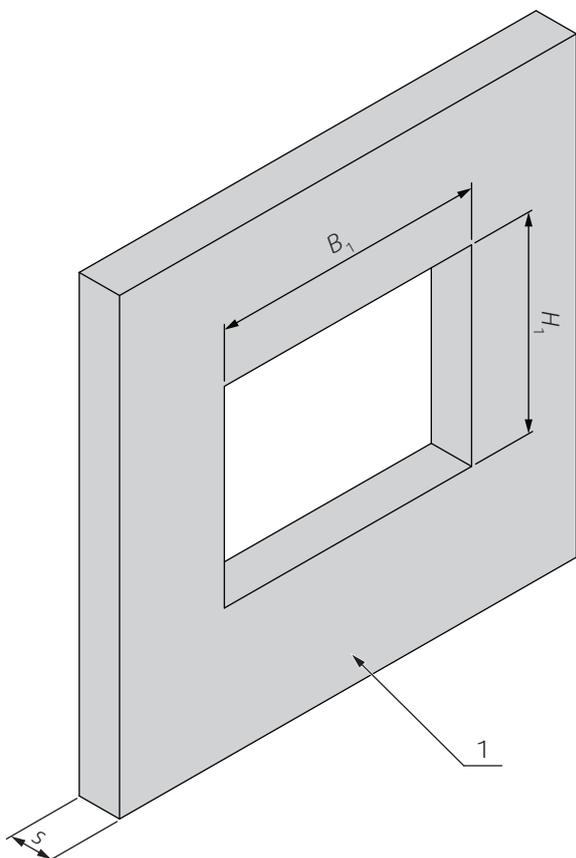
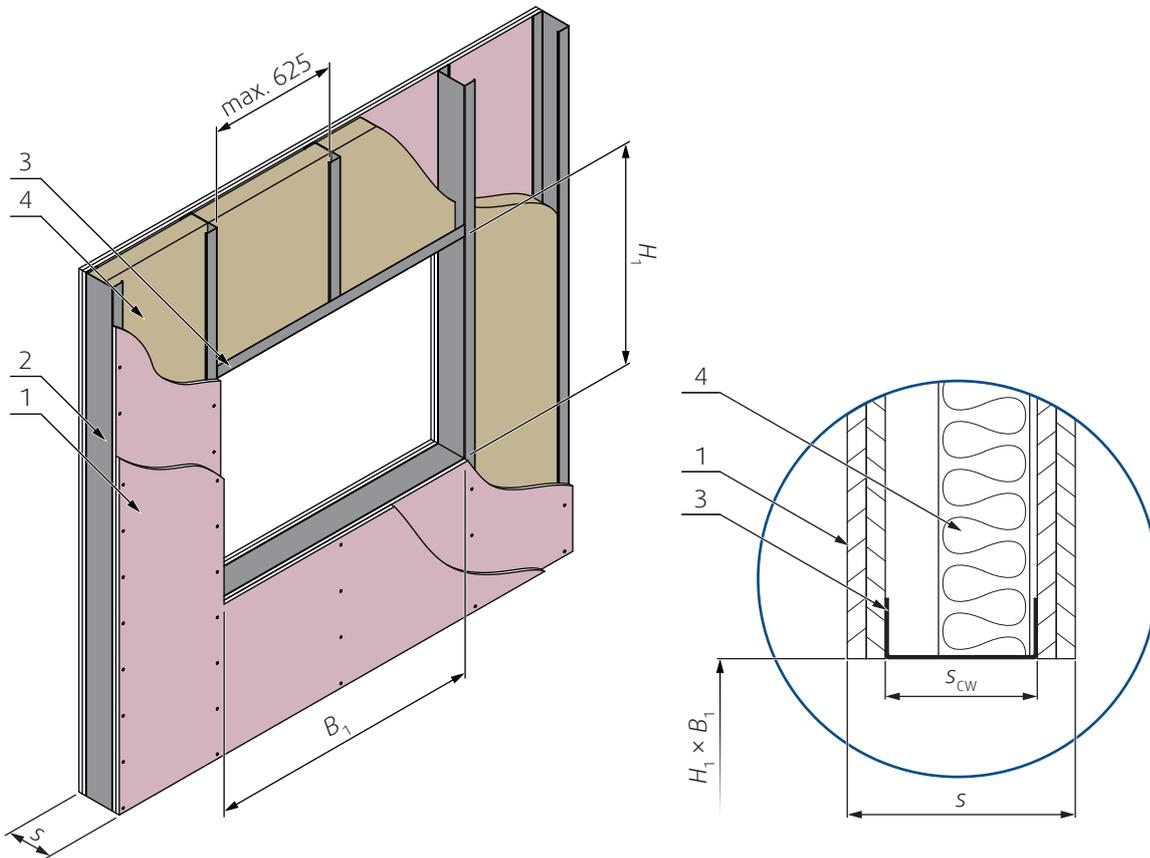
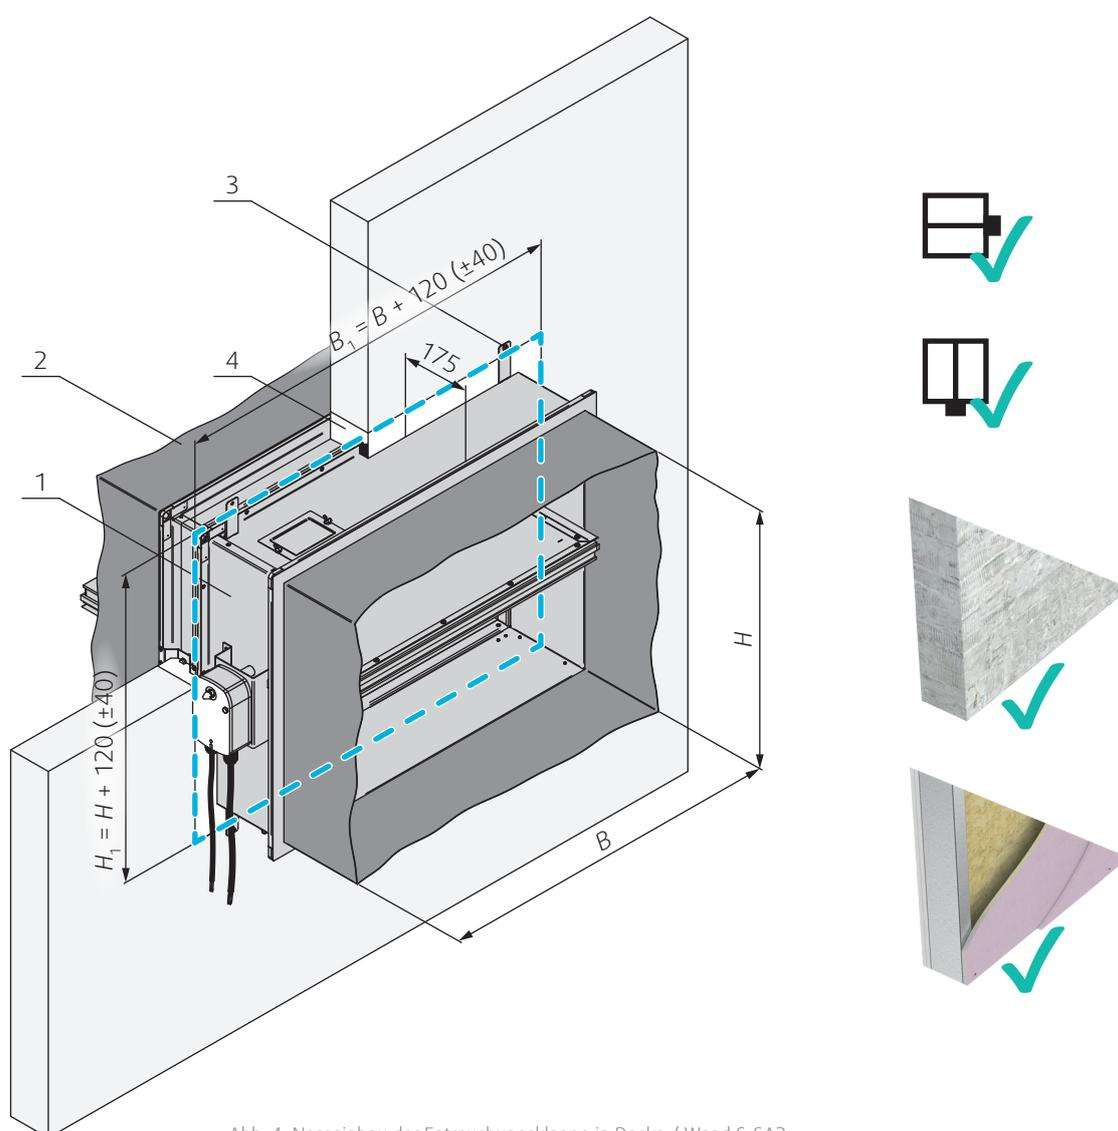

Abb. 1: Massiv Wand-/Deckenkonstruktion mit rechteckiger Öffnung
Abb. 2: Leichtbau Wand mit rechteckiger Öffnung und vertikalem Querschnitt (rechts)
Abb. 4: Nasseinbau der Entrauchungsklappe in Decke / Wand S-SA2
1. Die tragende Bauöffnung muss so vorbereitet werden, wie es im Abschnitt "Öffnungsvorbereitung" dargestellt ist (gemäß Seite 8 Abb. 1 - Abb. 2). Die Öffnungsflächen müssen glatt und sauber sein. Die Leichtbau Wandöffnung ist gemäß den Normen für Gipskartonwände zu verstärken. Die Öffnungsmaße werden durch die Nennmaße der Klappe mit zusätzlichem Spiel bestimmt. Die Öffnung wird mit den Abmessungen  $B_1$  und  $H_1$  (ausgeführt (Abb. 4).
3. Füllen Sie den Bereich zwischen Wand und Klappe mit Gipsputz, Mörtel oder Betonfüllung (2) aus. Verschmutzungen und Vereinigungen sind zu vermeiden bzw. sofort zu Entfernen. Um das Austreten des Füllmaterials zu verhindern, wird die Verwendung von Hilfsschalungen oder Abdeckplatten empfohlen.
1. Die tragende Bauöffnung muss so vorbereitet werden, wie es im Abschnitt "Öffnungsvorbereitung für die Installation von S-SA2" beschrieben ist (gemäß Seite 9 Abb. 1, Abb. 2). Die Öffnungsflächen müssen glatt und sauber sein. Die Leichtbau Wandöffnung ist gemäß den Normen für Gipskartonwände zu verstärken.